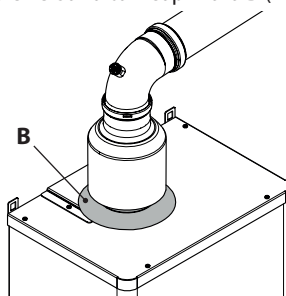

Figura 9.2
- Spingere verso l'alto il copri foro **B** (Figura 9.2).